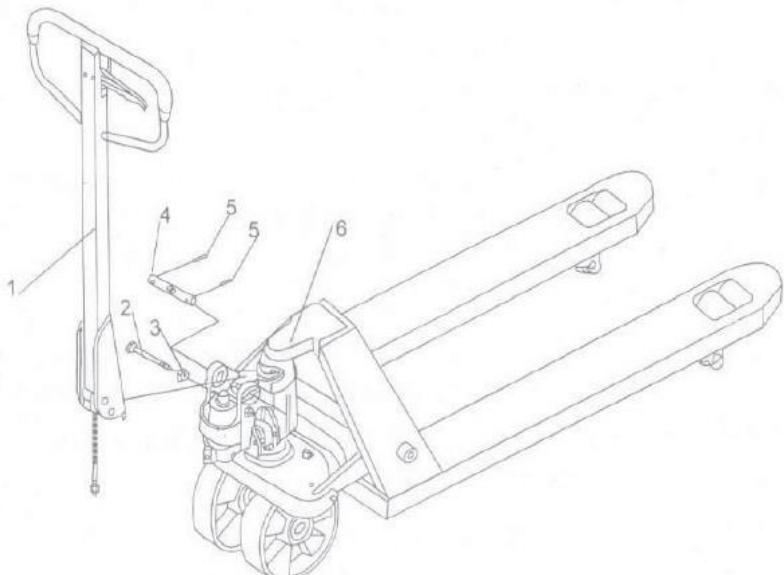

Fig. 2
- c) Appuyez sur le timon vers le bas ; retirez la goupille (2, Fig. 2).
- d) Placez le levier de commande de la poignée sur la position "Soulever", puis soulevez la plaque du levier à l'aide de la goupille (2, Fig. 2) et insérez le boulon de réglage dans la fente avant de la plaque du levier. Remarque: gardez l'écrou de réglage sous la plaque de levier.
- e) A l'aide d'un marteau, insérez la deuxième goupille (5, Fig. 2) dans le deuxième trou de l'axe. La barre d'attelage est maintenant assemblée à la pompe.